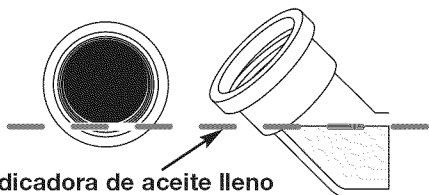

Fig. 13
3. Revise el orificio de llenado de aceite (Fig. 11). Si el nivel de aceite llega hasta la primera rosca, entonces no añada más aceite (Fig. 13). Si no es así, continúe llenando con aceite hasta que llegue a la marca.